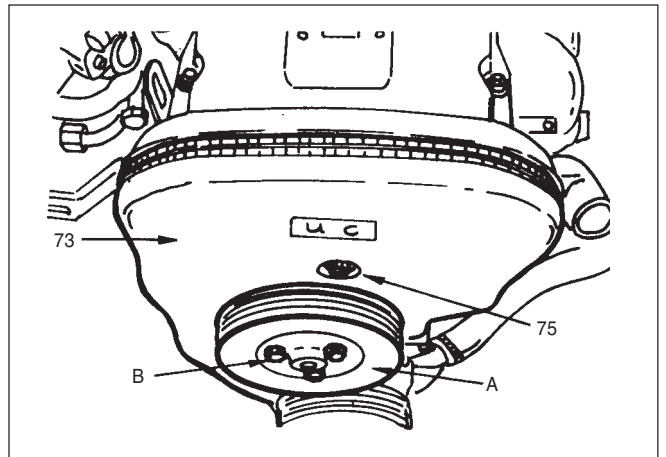

Fig. 23 Demontare fulie pompă servodirecție
Se demontează sau se deconectează (Fig. 23, 24)
- Șuruburile(75) cu 8 Nm
- 5) Fulia pompei servodirecției(vezi Fig. 23)
- 8) Se împiedică rotirea arborelui cu came(19) folosind o cheie fixă și se desface șurubul(65) al roții de distribuție(63) pentru demontarea acesteia.